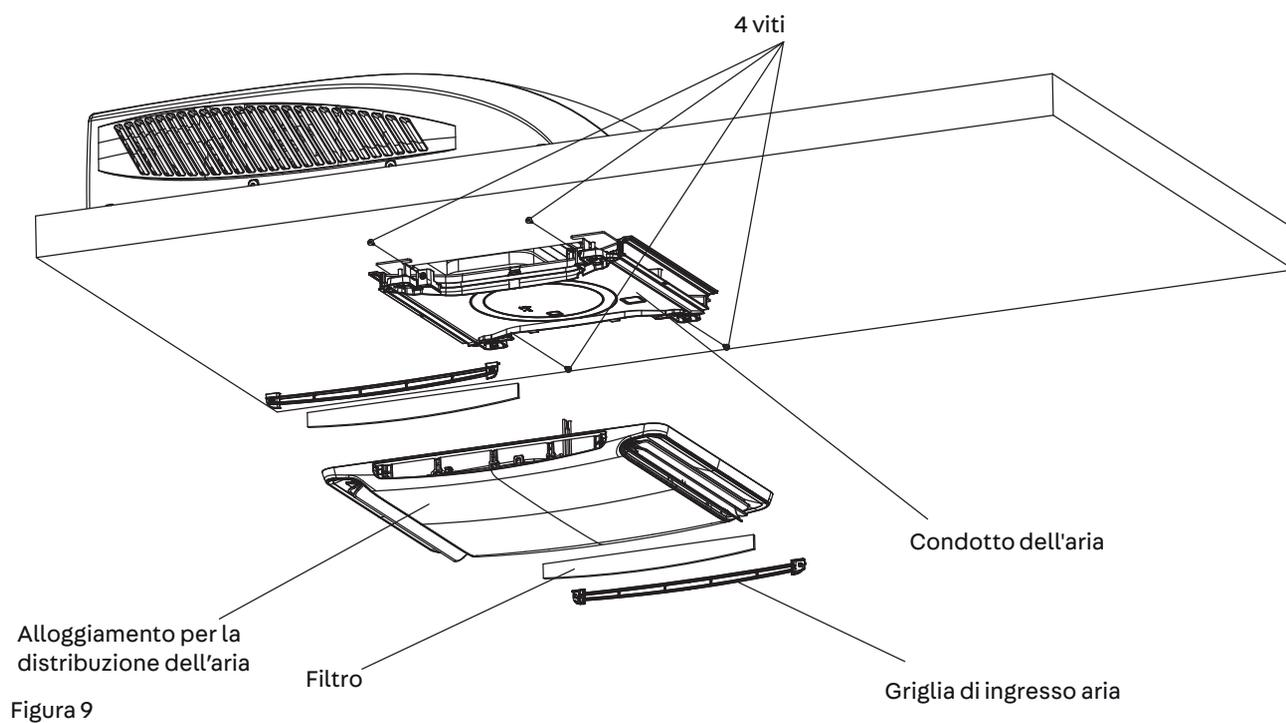

Figura 9
2. Fissare la griglia al condotto dell'aria del gruppo con 4 viti (vedere Figura 9).